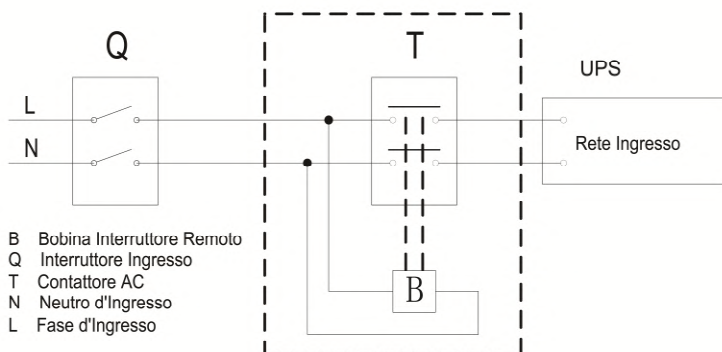

Fig.4-6 Tipica installazione del dispositivo backfeed esterno
- 1) È necessario installare un dispositivo d'isolamento esterno contro il ritorno energia tra l'ingresso rete e l'UPS come previsto dalla norma IEC/EN 62040-2, (vedi Fig.4-6). Dopo aver completato l'installazione del dispositivo, aggiungere un'etichetta di avviso con la seguente dicitura o equivalente sul dispositivo AC esterno : RISCHIO di TENSIONE. Isolare l'UPS prima di operare su questo circuito, quindi verificare eventuali tensioni pericolose tra tutti i terminali.